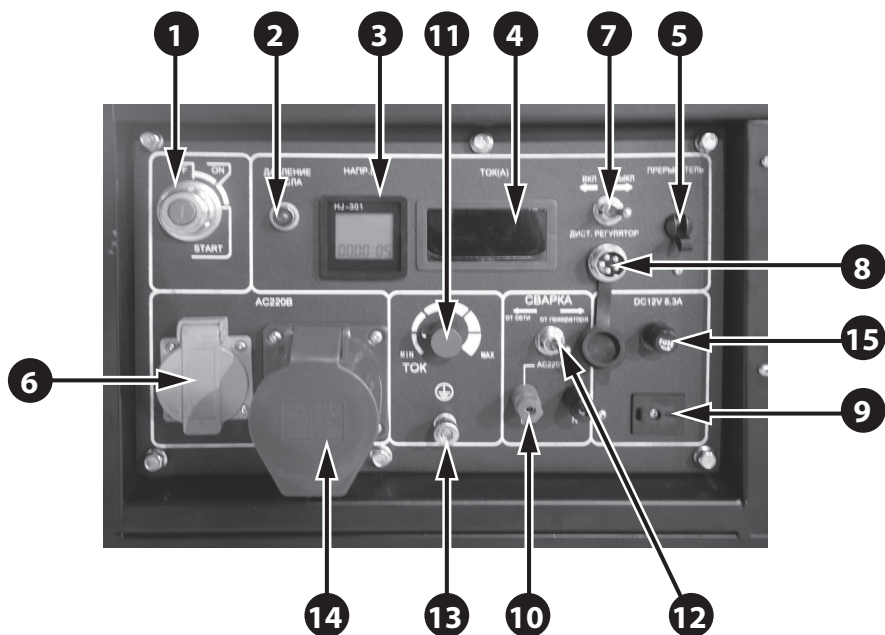

Рис. 2 Панель управления
1. Отключите все потребители электроэнергии от сварочного генератора и установите выключатель сети (Рис. 2 п.5) в нижнее положение (OFF).